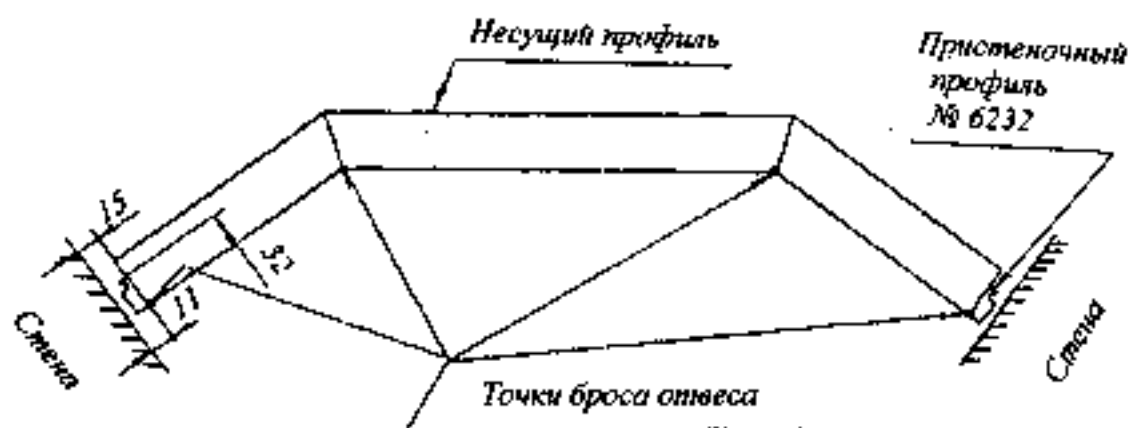

Рис.2
2.1 Бросаем отвесы на верхнюю плиту по крайним точкам конструкции и по поворотным углам см. Рис.2.